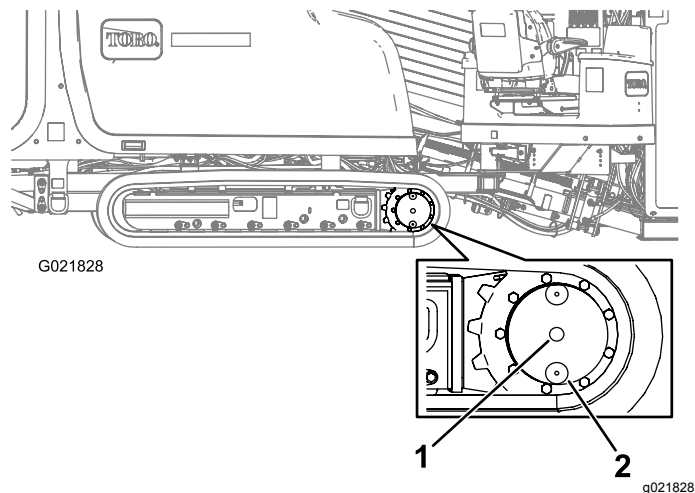

Bild 103
2. Reinigen Sie den Bereich um die Ölstandschaube mit einem Reinigungsmittel (Bild 103).
3. Entfernen Sie die Ölstandschaube (Bild 103).
2. Reinigen Sie den Bereich um die Ölstandschaube (Bild 103).
3. Drehen Sie den Planetenantrieb, bis sich die Ölablassschraube genau unter der Ölstandschaube befindet (Bild 103).